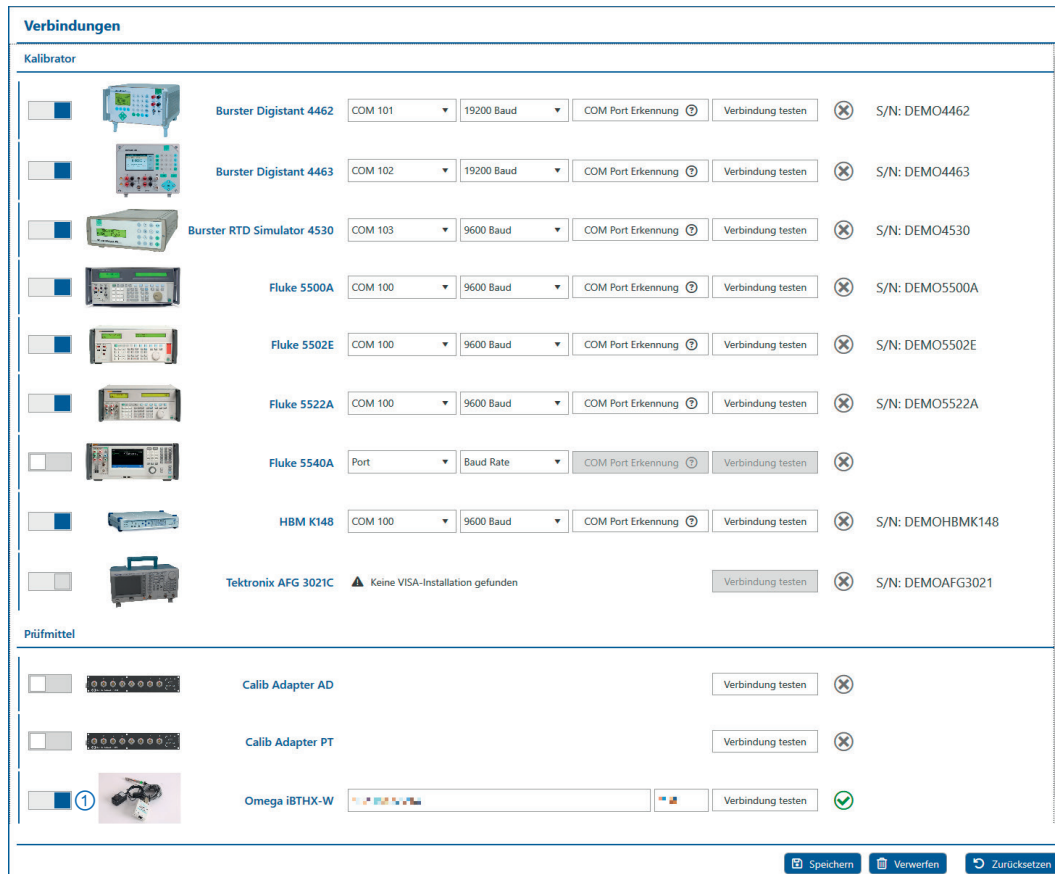

Abb. 3-17: Menü **Prüfmittel**
Die Option **Automatische Überwachung** ist standardmäßig deaktiviert. Um die Werte für die Umgebungstemperatur und die relative Luftfeuchte zu übertragen, muss zusätzlich zur Option **Automatischen Überwachung** auch der Transmitter für die Übertragung der Messwerte (Abb. 3-17, ①) auf der Seite **Prüfmittel** aktiviert werden.
Wenn die Info-Box **Umgebung** (Abb. 2-12) für die Anzeige der Werte für Umgebungstemperatur und relative Luftfeuchte verwendet werden soll, muss im Abschnitt **Prüfmittel** der Transmitter für die Übertragung dieser Werte aktiviert werden (Abb. 3-17, ①).